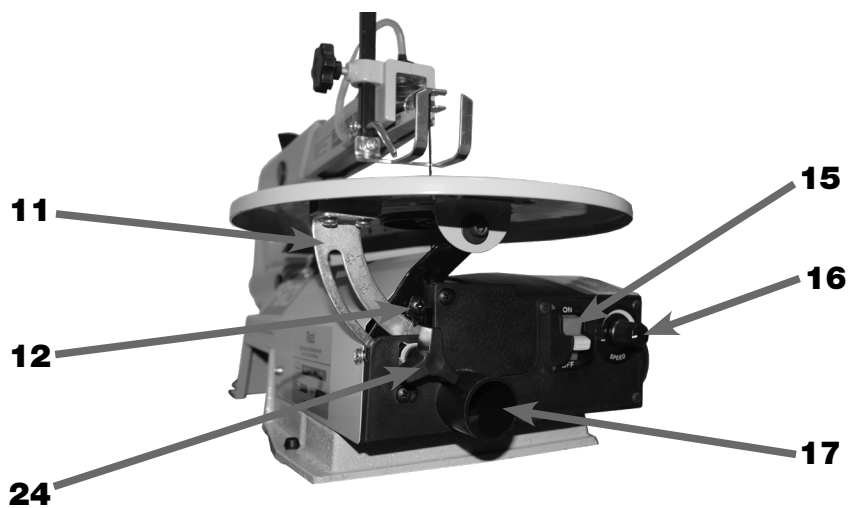

FIGURA 03 – Componentes da Base
A Mesa de Corte (09), utilizada para apoiar o material, pode ser inclinada de 0 a 45° a esquerda, por meio do Mânipulo de Trava da Mesa (24) (figura 03).
O ângulo de inclinação é observado pelo Ponteiro (12) e Escala Graduada (11) localizados abaixo da Mesa de Corte (09) (figura 03).
Na parte frontal da Base (03) encontra-se o Interruptor Liga/Desliga (15), que possui uma palheta laranja denominada de **“REMOVE TO LOCK”**, que ao ser removida trava o Interruptor (15) fazendo com que não seja possível ligar a máquina, evitando acidentes (figura 03).
Além do Controlador de Velocidade (16), utilizado para alterar a velocidade da Lâmina de Corte (04) da serra conforme a necessidade. E o Bocal do Coletor de Pó (17), onde pode ser acoplado um Coletor de Pó (não acompanha a máquina) para auxiliar na remoção do excesso de cavacos durante a operação (figura 03).